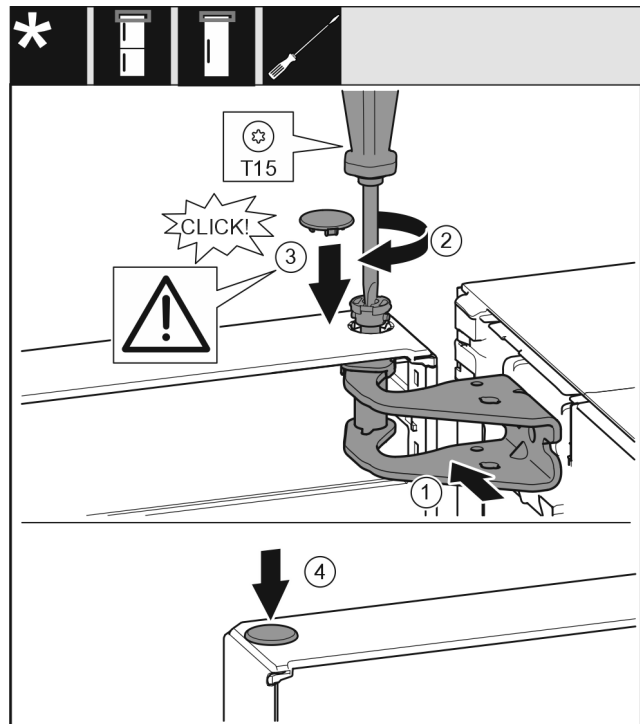

Fig. 22
- ▶ Aliniați ușa sus spre deschizătură în suportul de lagăr. Fig. 22 (1)
- ▶ Introduceți bolțul și înșurubați-l ferm cu șurubelnița T15. Fig. 22 (2)
- ▶ Montarea capacului de siguranță pentru siguranța ușii: Introduceți capacul de siguranță și controlați dacă este așezat pe ușă. În caz contrar, introduceți complet bolțul. Fig. 22 (3)
- ▶ Introduceți dopul. Fig. 22 (4)